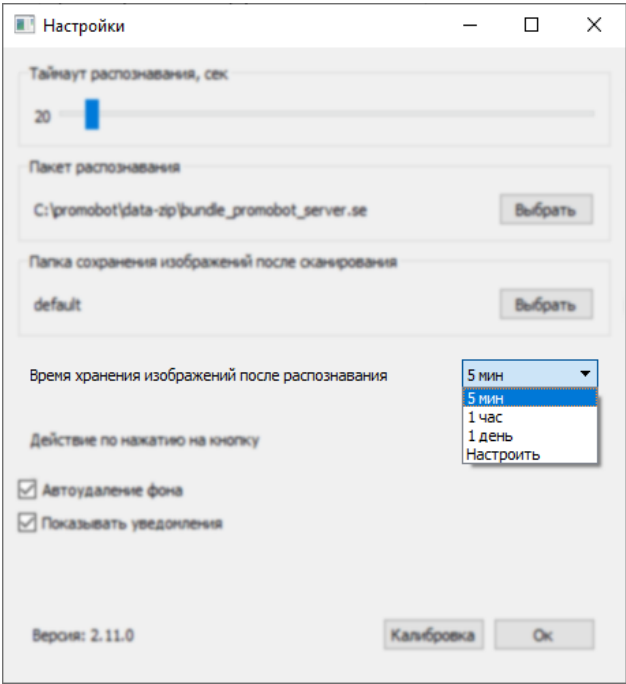
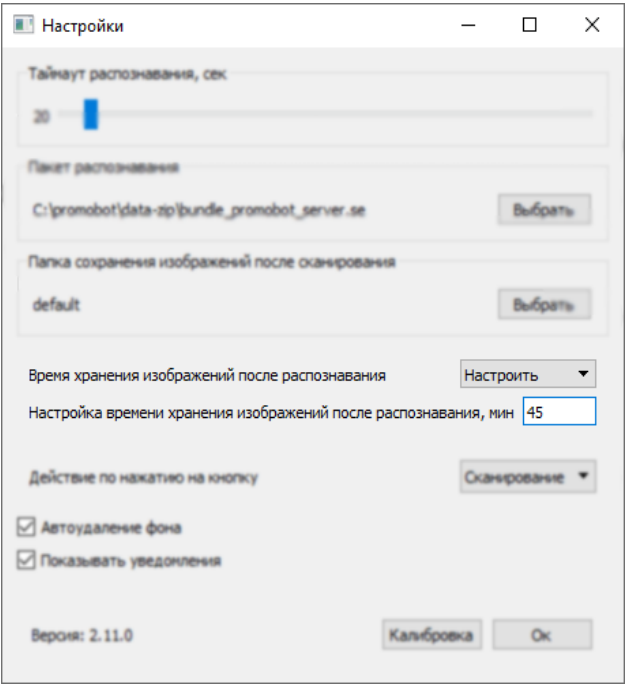

Рисунок 13. Меню настроек Promobot Scanner, список вариантов времени хранения изображений после распознавания
Рисунок 14. Меню настроек Promobot Scanner, настройка времени хранения изображений после распознавания
- **Время хранения изображений после распознавания** — Изображения после распознавания сохраняются в папке Promobot Scanner Server/files/frames. Вы можете выбрать время хранения изображений (рис. 13) из выпадающего списка (5 минут, 1 час, 1 день) либо ввести любое значение в минутах выбрав в списке вариант **Настроить** (рис. 14).